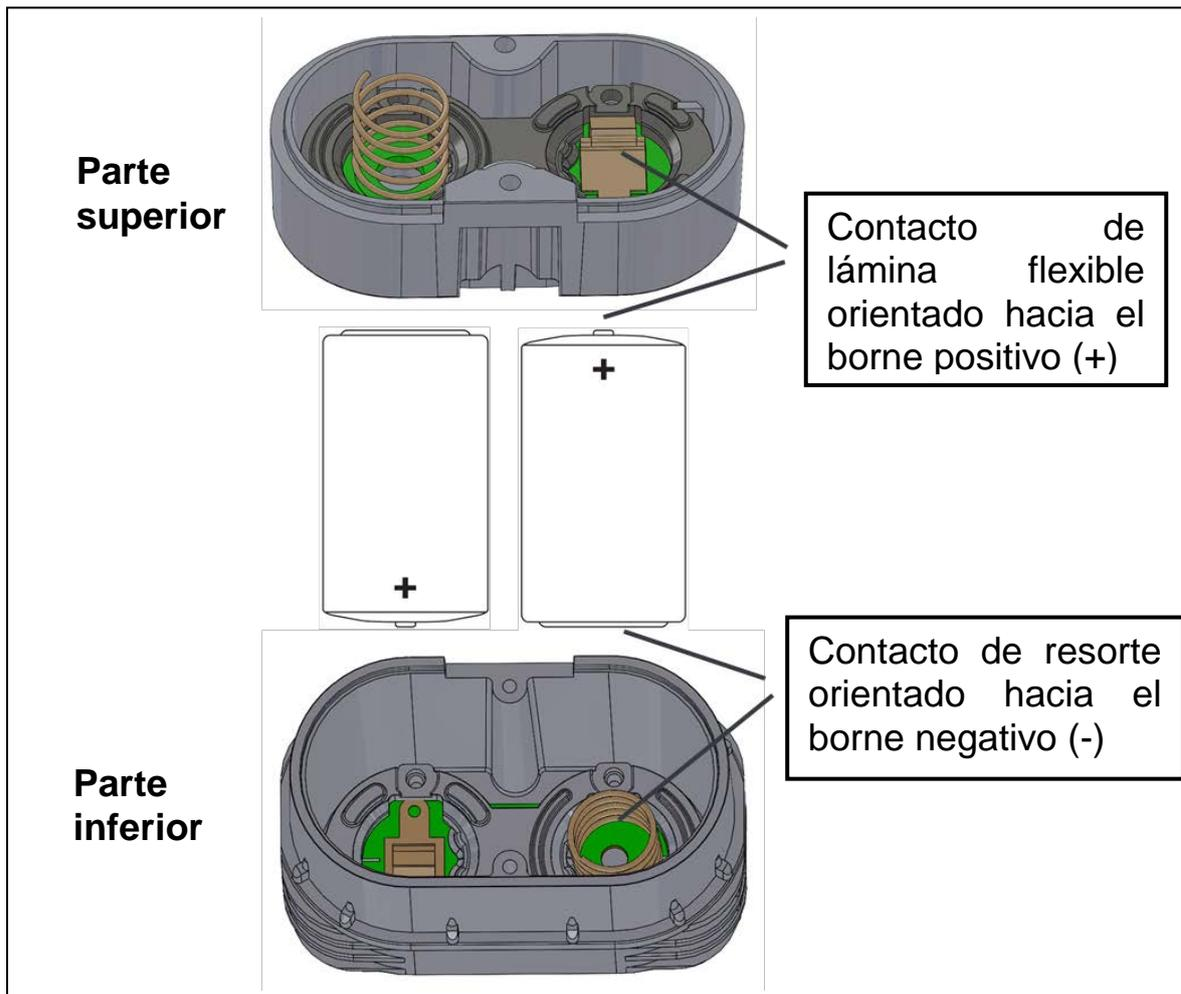

Figura 5-3: Parte superior e inferior del paquete de pilas
- Colocar ambas pilas en el paquete de pilas, con el contacto de lámina flexible orientado hacia el borne positivo (+) y el contacto de resorte orientado hacia el borne negativo (-), cf. Figura 5-3.
Medir la tensión del paquete de pilas conectando un multímetro a los terminales como se muestra en . El voltaje nominal es +7,2 V. Los voltajes inferiores a +7,0 y superiores a +7,8 V no están permitidos. Comprobar la correcta dirección de las celdas de pilas, consultar Figura 5-3, si el voltaje medido está fuera del rango permitido.